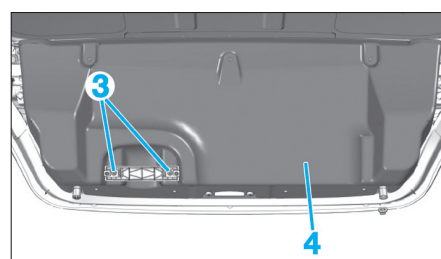

Fig. 110
- Déposer les vis (3) et la garniture de coffre (4) (Fig.110).